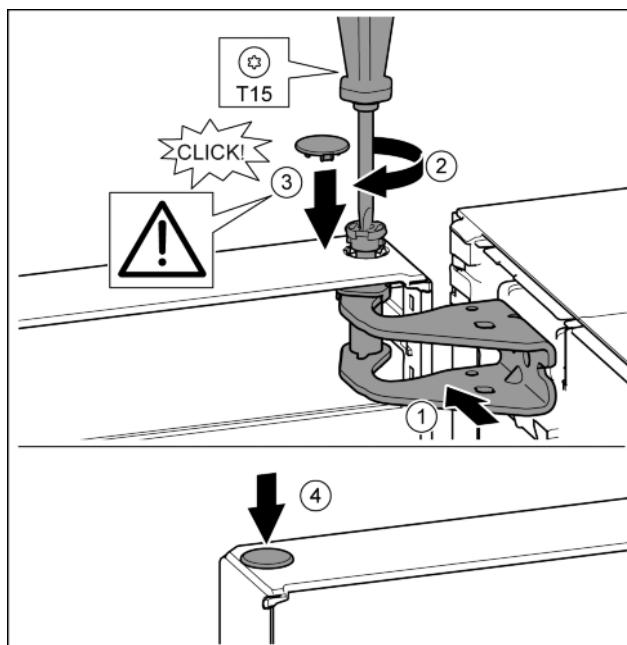

Fig. 20
- ▶ Poravnajte gornja vrata prema otvoru u podlošku ležaja. Fig. 20 (1)
- ▶ Umetnute svornjak i zavijte odvijačem T15. Fig. 20 (2)
- ▶ Montirajte sigurnosni pokrov radi osiguranja vrata: Umetnute sigurnosni pokrov i provjerite naliježe li na vrata. U protivnom u potpunosti umetnите svornjake. Fig. 20 (3)
- ▶ Umetnute čep. Fig. 20 (4)